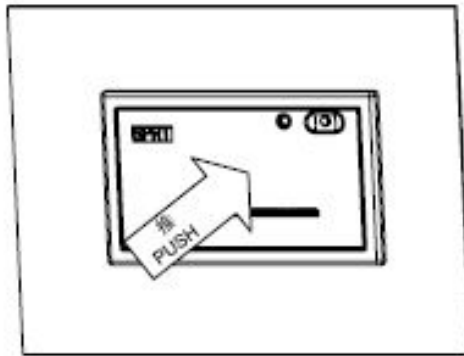

图 2-11
(1) 如图 2-11 所示：向内推动面板中央区域，松开后打印机内壳自动弹出。